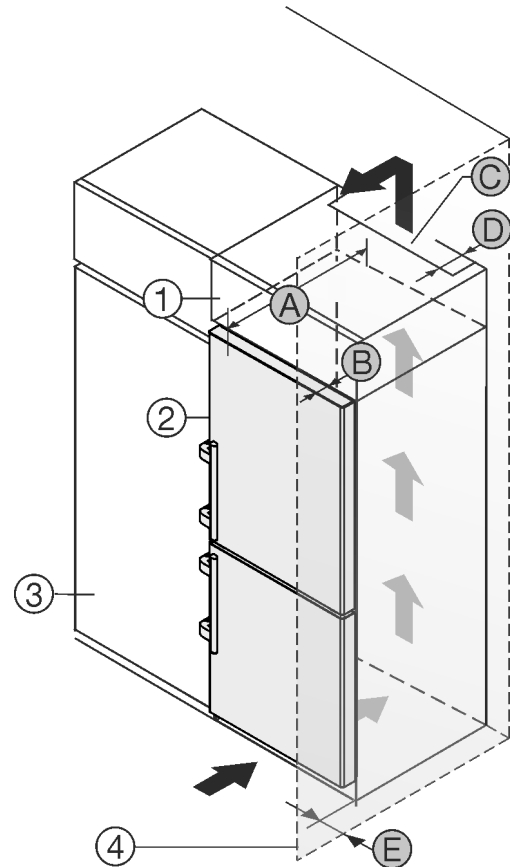

Fig. 2
- (1) Lisäkaappi *
- (2) Laite *
- (3) Keittiökaappi *
- (4) Seinä *
- (5) Laitteen syvyys *
- (A) Laitteen syvyys *
- (B) Oven syvyys *
- (C) Ilmanvaihdon halkaisija *
- (D) Etäisyys laitteen takaseinään *
- (E) Etäisyys laitteen kylkeen *
Voit pystyttää laitteen suoraan jääkaapin *Fig. 2 (3)* viereen.*
Lisäkaapin takana on oltava lisäkaapin levyinen poistoilma-kuilu, jonka syvyys on *Fig. 2 (D)*.*
Katon alapuolelle on jäätävä ilmanvaihdon poikkipinta-alaa *Fig. 2 (C)* vastaava tila.*
Jos asennat laitteen oven saranapuolen seinän *Fig. 2 (4)* viereen, laitteen ja seinän väliin on jätettävä vähintään 57 mm väli. Tämä vastaa kahvan ulkonemaa oven ollessa auki.*
Jotta voit avata ovet kokonaan, laitteen on oltava oven syvyyden *Fig. 2 (B)* verran ulospäin keittiökaappien etureunasta. Keittiökaappien *Fig. 2 (3)* syvyyden ja välikkeiden käytön mukaisesti laite voi olla ulompana.*